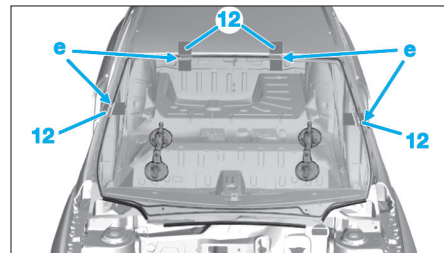

Fig. 9
- En cas de remplacement du pare-brise, centrer celui-ci et positionner des rubans adhésifs (12), puis les couper en (e) (Fig.9).
- Positionner le pare-brise par rapport aux rubans adhésifs (12) (Fig.9).